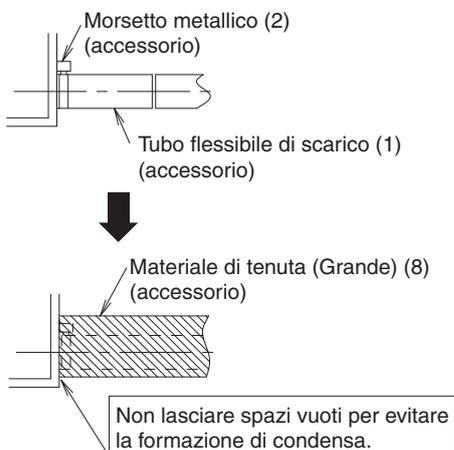
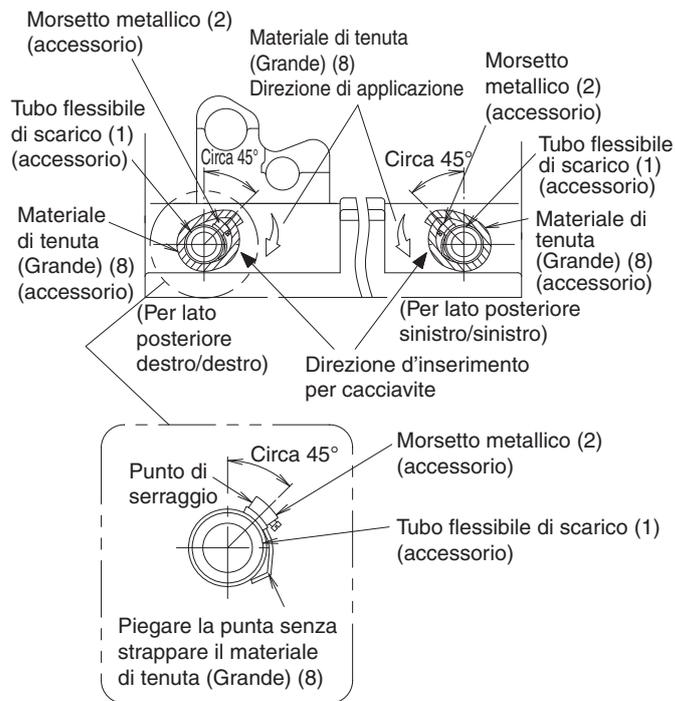

Fig. 25
Fig. 26
(Fare riferimento alla Fig. 25 e alla Fig. 26)
(Installare il morsetto metallico (2) in modo tale che il componente di serraggio si trovi in un'ampiezza di circa 45°, come illustrato in Fig. 26).